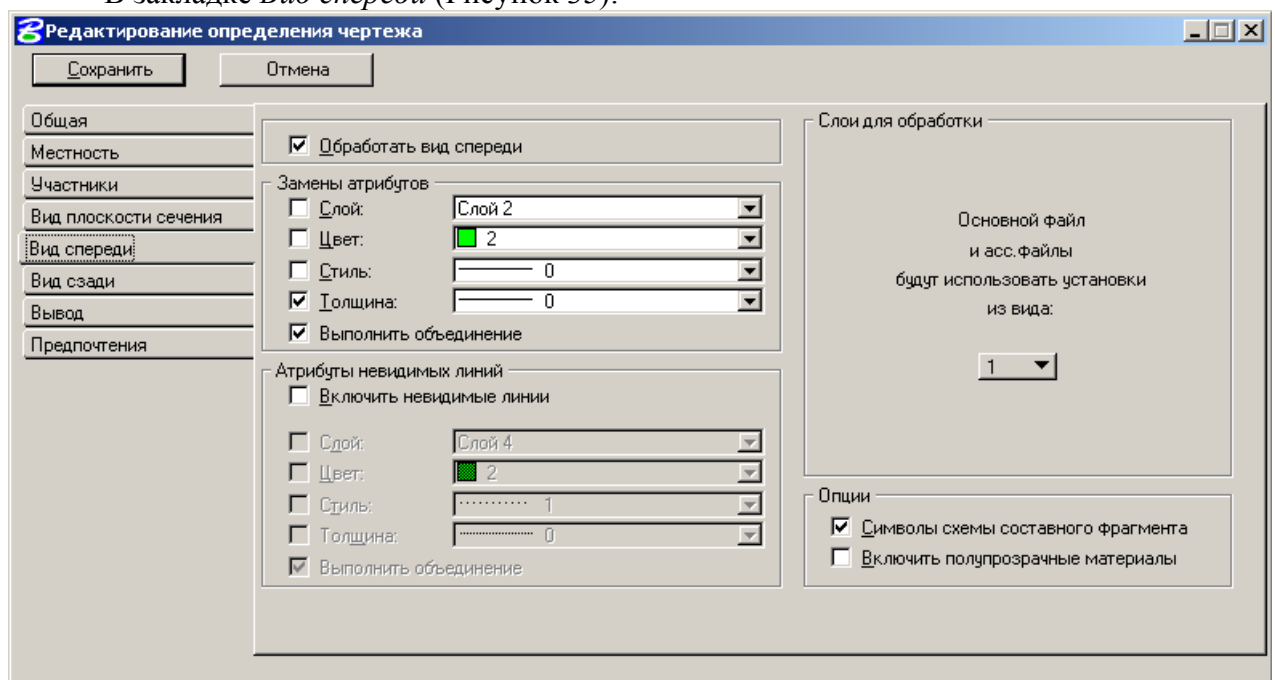

Рисунок 35
- В закладке *Вид спереди* (Рисунок 35):